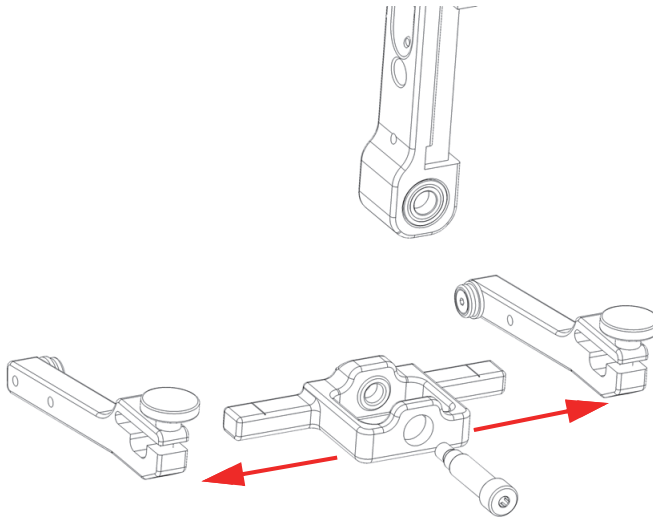

图 5-5 滑出轂臂
3. 拧下位于轱的左侧和右侧的两个轱臂指旋螺钉，然后从轱的旋转梁上滑出轱臂（参见第76页的图 5-5）。